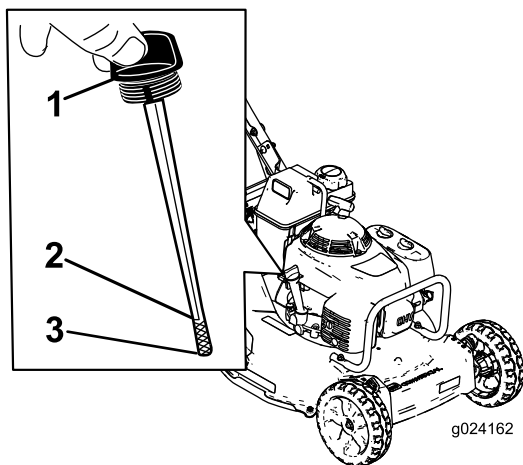

Figura 6
Antes de cada uso, compruebe que el nivel de aceite está entre las marcas de límite inferior y superior de la varilla (Figura 6).
2. Limpie alrededor de la varilla (Figura 6).